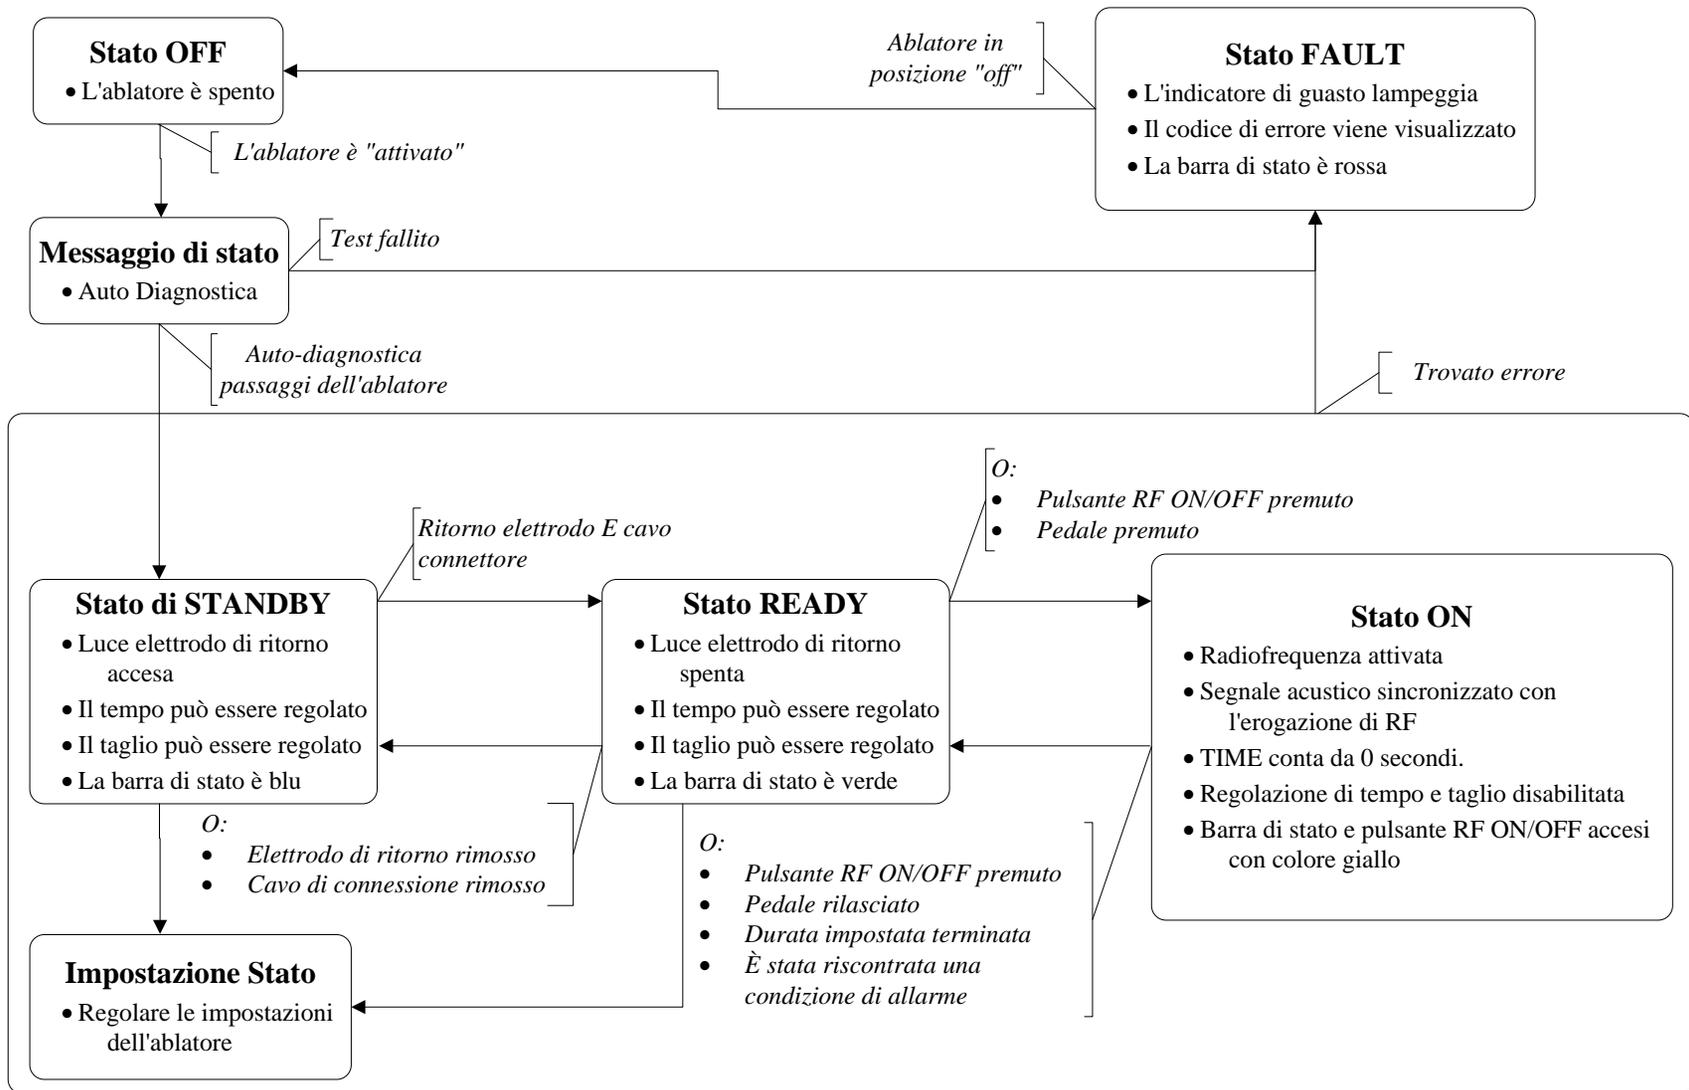

Figura 5-3 – Diagramma di flusso stati dell'ablature
- (5) **Barra di stato STATE:** Questa finestra visualizza lo stato corrente dell'ablatore. I vari stati dell'ablatore e la loro relazione sono riportati nella Figura 5-3 – Diagramma di flusso stati dell'ablatore.
- (6) **Finestra di impostazione TIME:** Questa finestra visualizza la durata desiderata per l'uscita della radiofrequenza (in secondi). La finestra visualizza anche le funzioni per i tasti utilizzati per regolare l'impostazione TIME.
- (7) **Tasti funzione della colonna a sinistra:** Questi tasti consentono la regolazione dei parametri. La relativa funzione, se presente, è visualizzata sullo schermo a destra del tasto. Ad esempio, le frecce su ▲ e giù ▼ vengono visualizzate quando è necessario usare i tasti per aumentare o diminuire l'impostazione.
- (8) **Finestra di impostazione CUT:** Questa finestra visualizza la modalità di ablazione desiderata. Le modalità CUT dipendono dai dispositivi RF e sono descritte nella Sezione 9.3. Consultare le istruzioni per l'uso del dispositivo RF per conoscere le impostazioni adeguate. La finestra visualizza anche la funzione per i tasti utilizzati per regolare l'impostazione CUT.
- (9) **Tasti funzione della colonna di destra:** Questi tasti consentono la regolazione dei parametri. La relativa funzione, se presente, è visualizzata sullo schermo a sinistra del tasto. Ad esempio, le frecce su ▲ e giù ▼ vengono visualizzate quando è necessario usare i tasti per aumentare o diminuire l'impostazione.
- (10) **Tasti funzione della fila in basso:** Questi tasti hanno funzioni diverse. La funzione di ogni tasto è visualizzata sullo schermo, sopra il tasto funzione quando applicabile.
- (11) **Finestra messaggio:** Questa finestra visualizza messaggi funzionali e di informazione, quando necessario.
- (12) **Collegamento elettrodo di ritorno:** La connessione è isolata dal paziente ed è presente per il fissaggio di un elettrodo dispersivo (ritorno) omologato. **Utilizzare solo elettrodi dispersivi che soddisfano o superano i requisiti IEC 60601-2-2:2009.** Potranno essere usati elettrodi di non-monitoraggio (foglio singolo) o di monitoraggio (doppio foglio).
- (13) **Collegamento del cavo di connessione:** La connessione paziente è isolata e viene usata per il fissaggio del cavo-connettore RFP-100A. Per selezionare il modello corretto di cavo di connessione fare riferimento alle istruzioni per l'uso del dispositivo RF.
- (14) **Pulsante e indicatore RF ON / OFF:** Premendo e rilasciando il pulsante, si avvia l'erogazione di energia RF quando l'ablatore è in stato READY. Il pulsante interrompe l'erogazione di energia RF quando l'ablatore è in stato ON. L'indicatore del pulsante si illumina di giallo quando l'ablatore è in stato ON.
- (15) **Porta USB (laterale):** Collegando una chiavetta USB, viene eseguito il download delle ultime venti (20) erogazioni di energia. Se lasciato collegato, i dati delle successive erogazioni di RF vengono scaricati per ciascun trattamento.